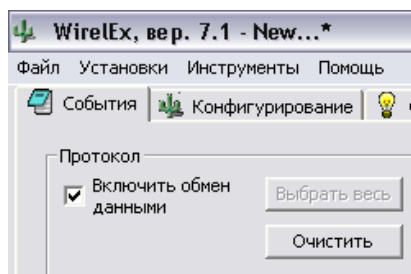

Рис. 24
1. На вкладке «События» поставить галочку «Включить обмен данными» (рис. 24):